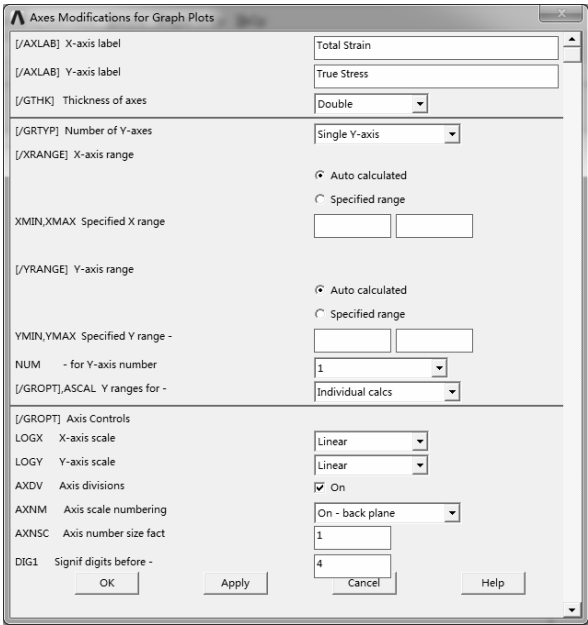

图 9-46 “Axes Modifications for Graph Plots” 对话框
- 7) 选择“Utility Menu>PlotCtrls>Style>Graphs>Modify Axes”命令，弹出“Axes Modifications for Graph Plots”对话框，在“X-axis label”文本框中输入“Total Strain”，在“Y-axis label”文本框中输入“True Stress”，如图 9-46 所示。单击“OK”按钮完成。